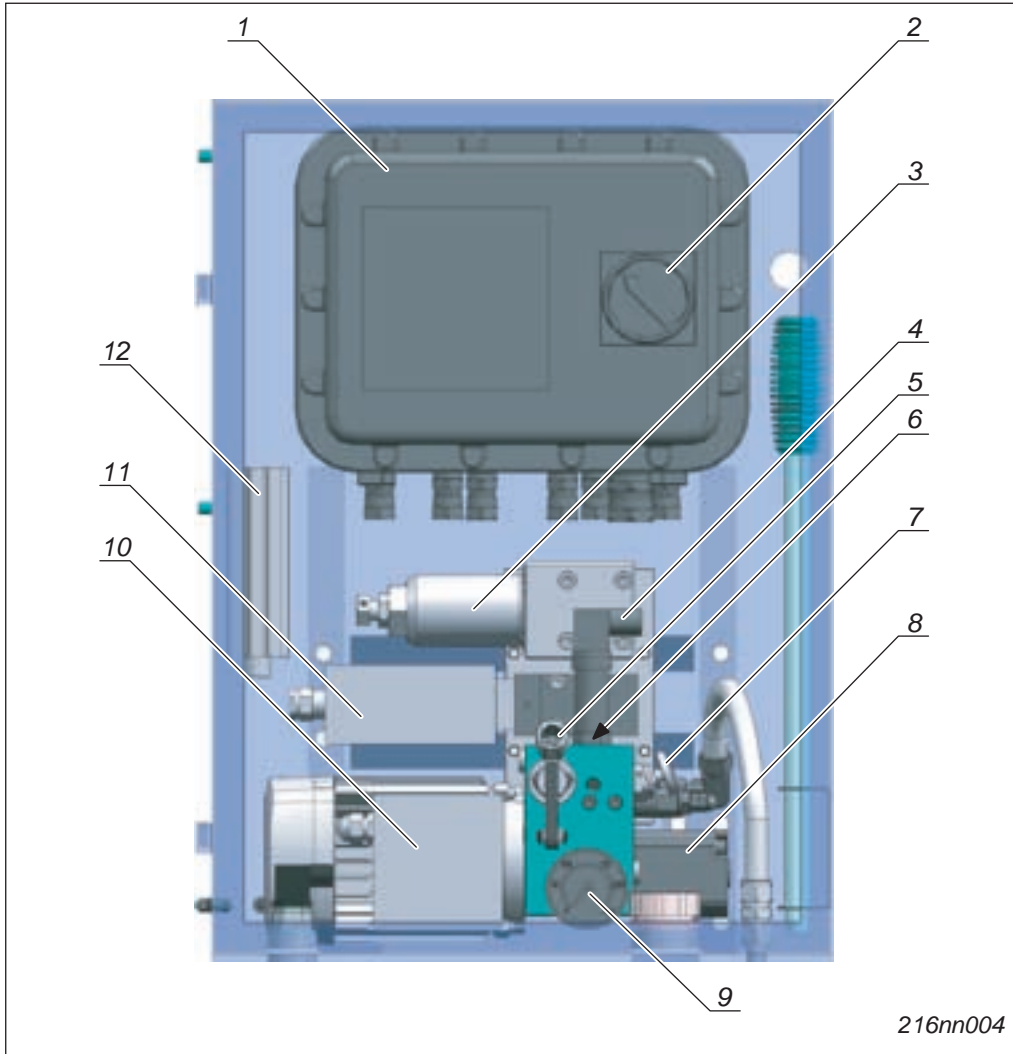

Fig. 3-9 Innenansicht Schaltschrank
2. Elektrische Anschlüsse der Hauptstromversorgung, des Magnetventils (→ Seite 3-21, Fig. 3-9, Pos. 3/11), des Drucktransmitters (Pos. 4) und der Signalgebung zur Leitwarte (elektrischer Klemmenkasten) auf fachgerechte Verbindung prüfen.
4. Absperrventil (→ Seite 3-21, Fig. 3-9, Pos. 7) vollständig schließen.
1. Absperrventil (→ Seite 3-21, Fig. 3-9, Pos. 7) durch Drehen nach rechts schließen.
2. Hauptschalter der SEC auf Position "Lokal" stellen (→ Seite 3-21, Fig. 3-9, Pos. 2).
⇒ Durch Drehen des Absperrventils (→ Seite 3-21, Fig. 3-9, Pos. 7) nach links kann der Systemdruck abgelassen werden.
1. Absperrventil (→ Seite 3-21, Fig. 3-9, Pos. 7) vollständig schließen.
2. Spannung am Magnetventil (→ Seite 3-21, Fig. 3-9, Pos. 10) unterbrechen, wenn kein ausreichender Systemdruck (< 30 bar) vorhanden ist (→ Seite 3-32, Kapitel 3.6.1.2, ESD Schutzfunktion)
6. Magnetventil mit Spannung beaufschlagen und Resetknopf ziehen (optional, → Seite 3-21, Fig. 3-9, Pos. 11).
Wird das Absperrventil (→ Seite 3-21, Fig. 3-9, Pos. 7) geöffnet, fährt der Antrieb über die Feder in Sicherheitsstellung (fail safe Position)
2. Ggf. Spannung am ESD Magnetventil (→ Seite 3-21, Fig. 3-9, Pos. 10) unterbrechen, wenn kein ausreichender Systemdruck (< 30 bar) vorhanden ist (→ Seite 3-32, Kapitel 3.6.1.2, ESD Schutzfunktion).